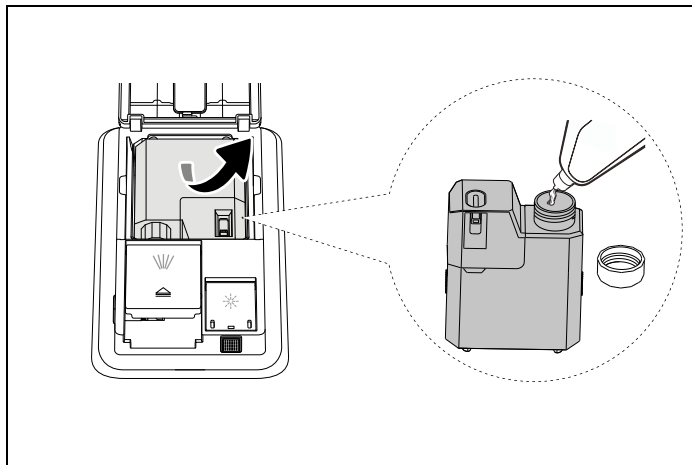

Fig. 68
- Ta ut den tomma flaskan för flytande diskmedel och tillsätt flytande diskmedel i den enligt Fig. 68 (Använd endast flytande diskmedel för diskmaskinen.)